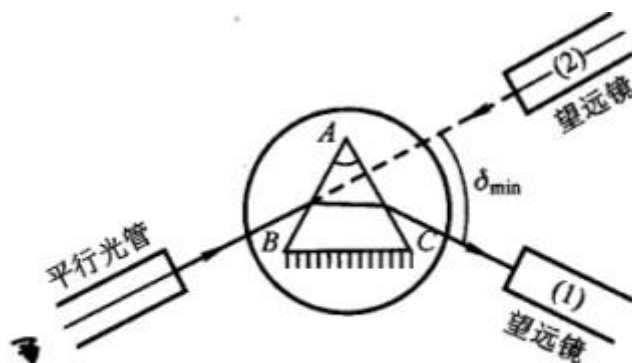

图 7.1.2-11 测最小偏向角方法
(4) 测量
记下此时两游标处的读数 θ_1 和 θ_2 。取下三棱镜 (载物台保持不动)，转动望远镜对准平行发光管，即图 7.1.2-11 中 (2) 的位置，以确定入射光的方向，再记下两游标处的读数 θ'_1 和 θ'_2 。此时绿谱线的最小偏向角